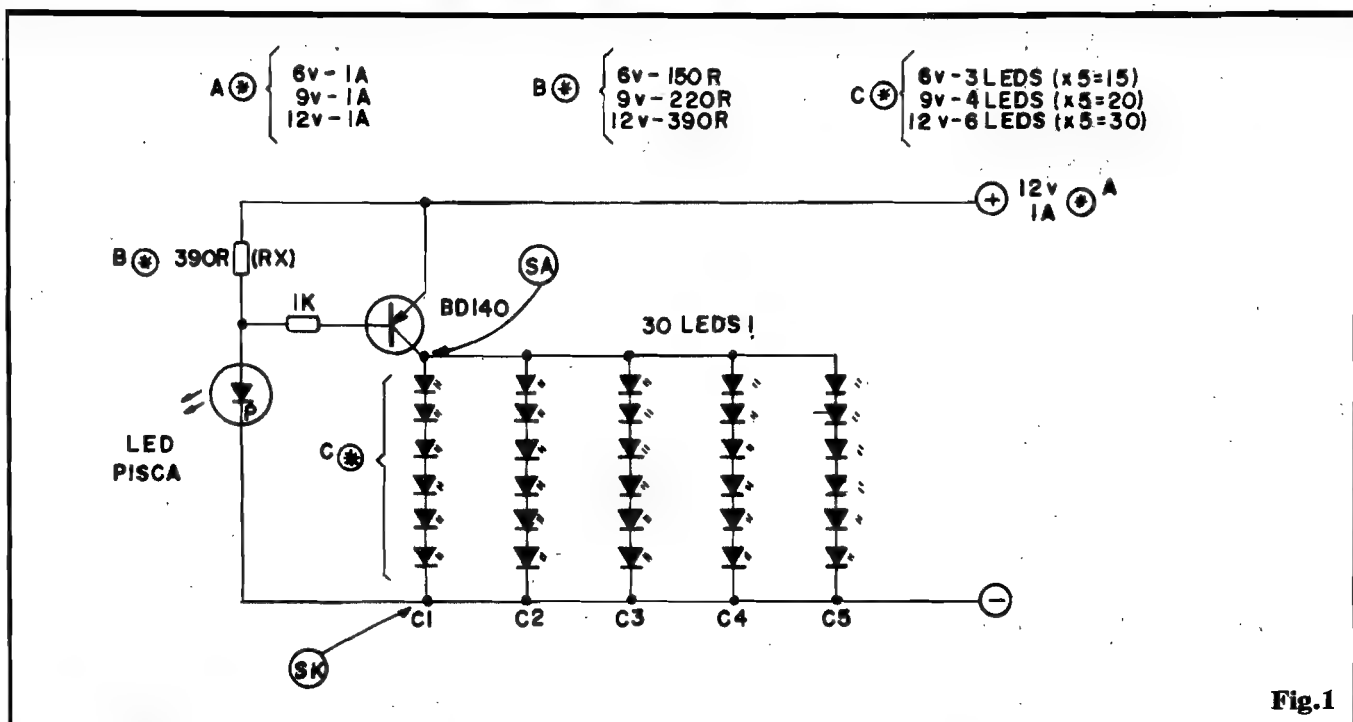

Fig.1
- FIG. 1 - O CIRCUITO - O núcleo do mini-circuito, ou seja: o componente "chave" que controla o "acende-apaga" dos LEDs comandados, é um mero transistor de média Potência, BD140 ou equivalente, de polaridade PNP... O seu circuito de coletor serão acoplados os 30 LEDs da matriz